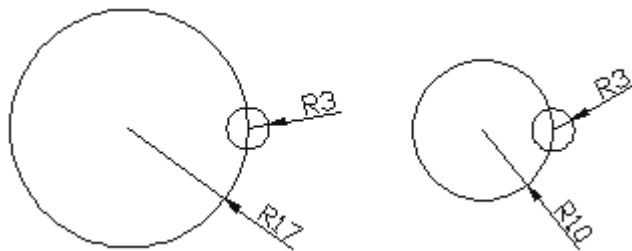

图 8-11 点在圆上
**[点在圆上]**：用来给一个点施加约束，使之永远在某一圆周上。如图 8-11 所示，使小圆在大圆上，当大圆的直径变化时，小圆仍然在大圆上。请参考**[点在线上]**项。